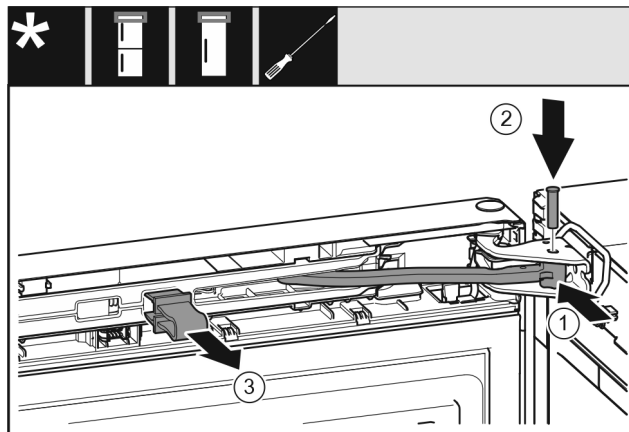

Fig. 26
- ▶ Ruotare il giunto articolato nel blocco di supporto. Fig. 26 (1)
- ▶ Inserire il perno nel blocco di supporto e nel giunto articolato. Fare attenzione che la camma di arresto sia correttamente in sede nella scanalatura. Fig. 26 (2)
- ▶ Rimuovere la protezione. Fig. 26 (3)